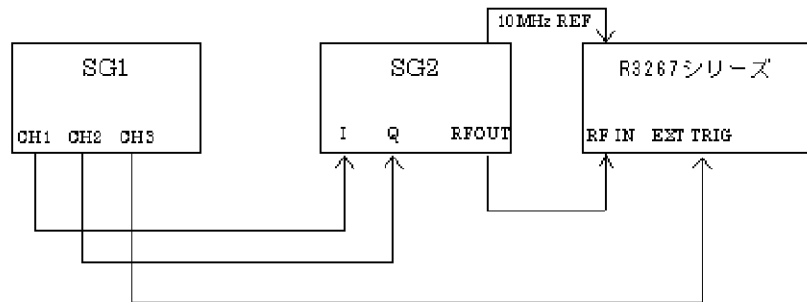

図 6-2 波形品質測定接続図 (Forward Link)
1. R3267 シリーズと信号源を図 6-2 のように接続します。